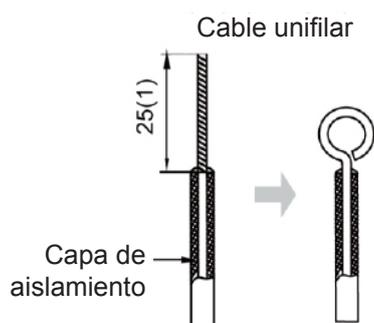

Fig. 13
- (1) Conexión del cable (véase la fig. 13).